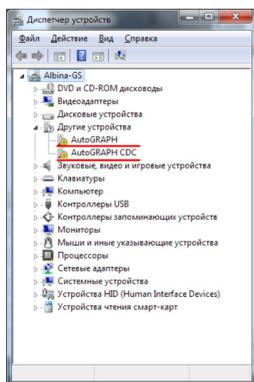

Рис.43. Новое устройство.
- Система автоматически найдет новое оборудование (Рис.43).